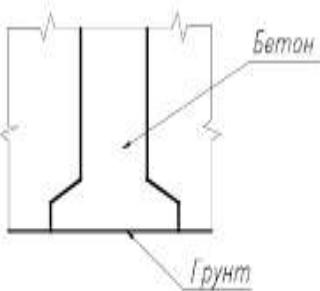

Рис. 4.12
4. Застосувати графічне позначення матеріалу в розрізі (рис. 4.12, 4.13).